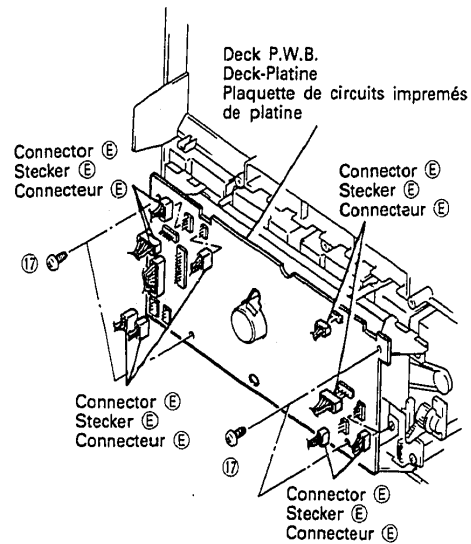

Fig. 14 Abb. 14
16. **Deck-Platine (Abb. 14)**
16. Plaquette de circuits imprimés de platine (Fig. 14)